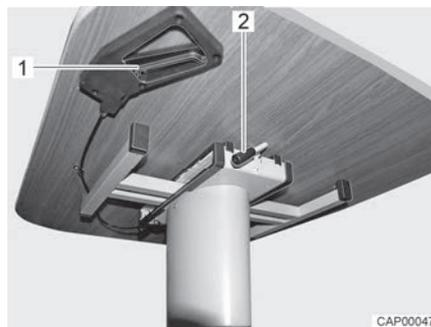

Fig. 50 Desplazar la mesa elevadora
- Girar la palanca (Fig. 50,2) hacia abajo hasta que se encuentre mostrando verticalmente hacia abajo.
- Girar la palanca (Fig. 50,2) hacia arriba hasta que el tablero de la mesa esté fijado.
- Tirar el botón corredizo de bloqueo (Fig. 50,1).
- Soltar el botón corredizo de bloqueo (Fig. 50,1). El tablero de la mesa permanecerá en la altura ajustada.